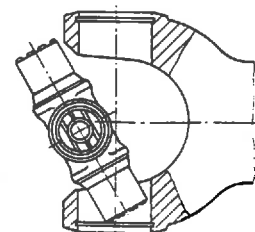

Abb. 4
- 6) Gelenkkreuz wird herausgenommen (siehe Abb. 4).
1) Gelenkkreuz wird eingeführt (siehe Abb. 4).